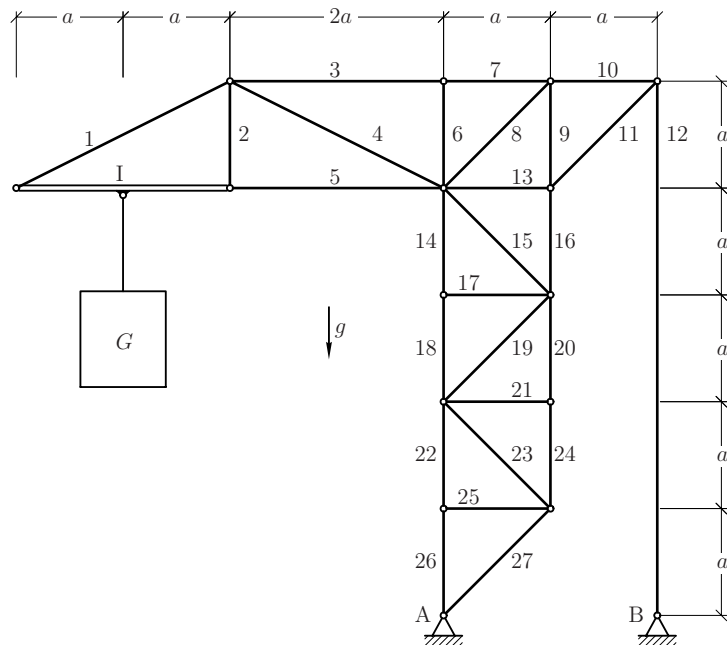

Bild 2.7: Ebenes Fachwerk unter Last
Ein ebenes Fachwerk besteht aus 26 gewichtslosen Stäben und einem gewichtslosen Balken (I). Das Fachwerk ist in A und B gelagert. Belastet wird es durch die Last G , die in der Mitte des Balkens I befestigt ist, Bild 2.7.